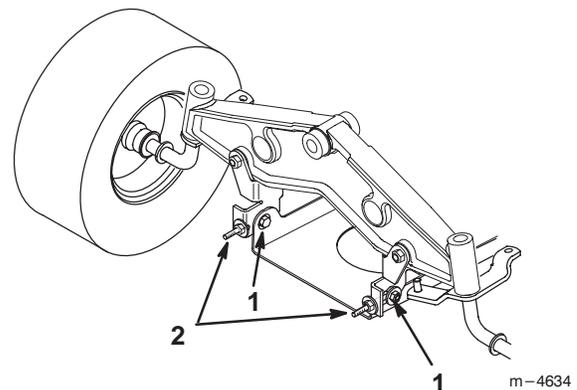

Abbildung 52
7. Zur Einstellung der Schnittmesserneigung in Längsrichtung die vorderen Schwenkplatten-Halteschrauben etwas lösen (Abb. 52).
8. Die Sicherungsmuttern an den Ringschrauben drehen, um die Einstellung zu ändern (Abb. 52). Zum Anheben der Mähwerkvorderseite die Muttern festziehen, zum Absenken die Muttern lösen.
10. Wenn die Schnittmesserneigung in Längsrichtung korrekt ist, die Schwenkplatten-Halteschrauben festziehen (Abb. 52).